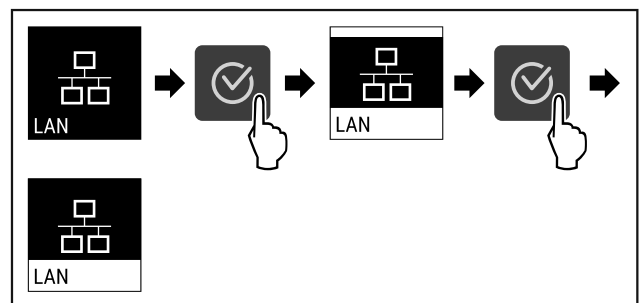

Fig. 92
- ▶ Følg anvisningene (se Fig. 92) .